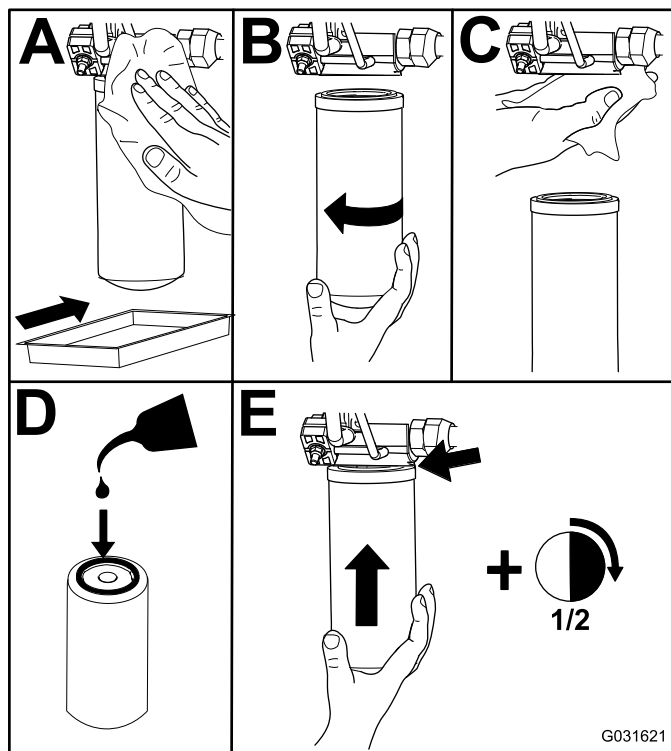

Bild 97
2. Tauschen Sie die Hydraulikfilter aus (Bild 97).